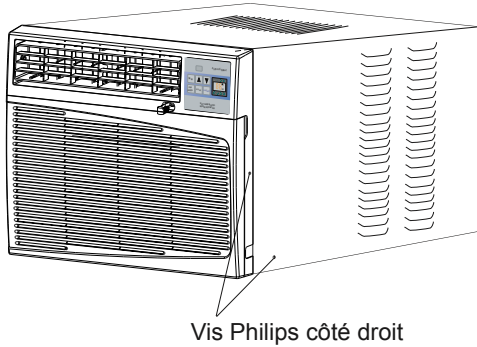

Fig. 6 - Retrait des vis
- A. Dévisser les (4) vis Philips qui retiennent le boîtier au conditionneur. Le boîtier a (2) vis de chaque côté. Les vis qui sont le plus à l'avant de l'appareil retiennent le panneau avant au boîtier. Quant aux vis les plus en arrière, elles retiennent le boîtier au conditionneur (voir Fig. 6).
- Visser maintenant la grille au boîtier à l'aide des vis Philips enlevées plus tôt (voir Fig. 6).